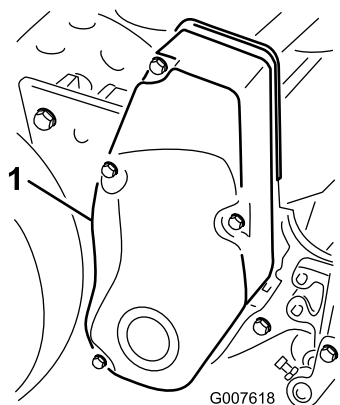

図 34
1. ベルトカバー取り付けねじを外してカバーを取り、ベルトを露出させる図 34。